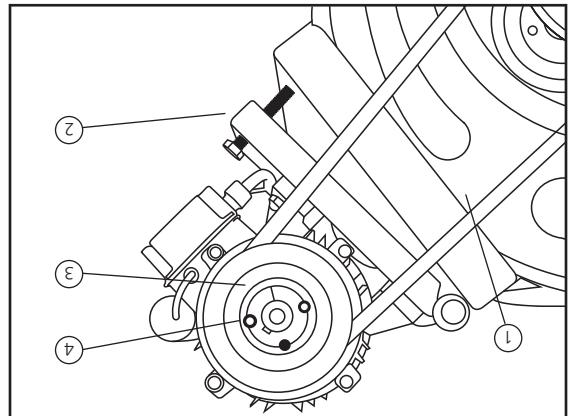

Fig. 1
- Le débit d'air correspond au débit nominal. Si le générateur d'air diffère des valeurs prédéfinies, effectuez les opérations suivantes en vous reportant à la fig. 1 :